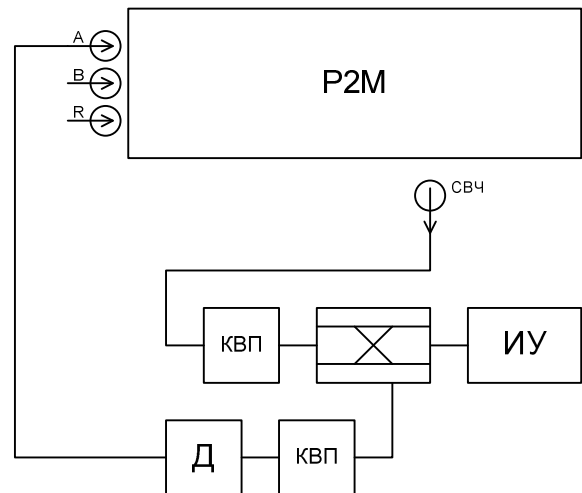

Рисунок 2 - Измерение КО с волноводным НО
- с использованием волноводного направленного ответвителя (рис. 2).